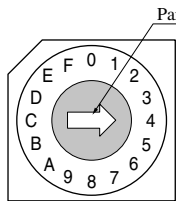

Fig. 1: Interruttore P1 (predefinito: 4)
3. Se occorre la regolazione, spegnere l'alimentazione e impostare il punto di regolazione P1 (vedere Fig. 1, Tabella). Attivare l'alimentazione. Ripetere questa procedura fino a quando la temperatura di aspirazione è compresa tra 0°C e +5°C.